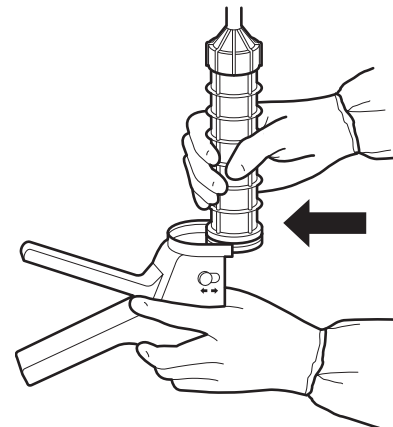

Figura 3
- Inserire una cartuccia piena con un ugello di applicazione nell'interfaccia della cartuccia (Figura 3). Tenendo la pistola in posizione verticale, premere il grilletto per riempire fino alla punta l'ugello di iniezione. La pistola è ora pronta per l'iniezione del cemento.